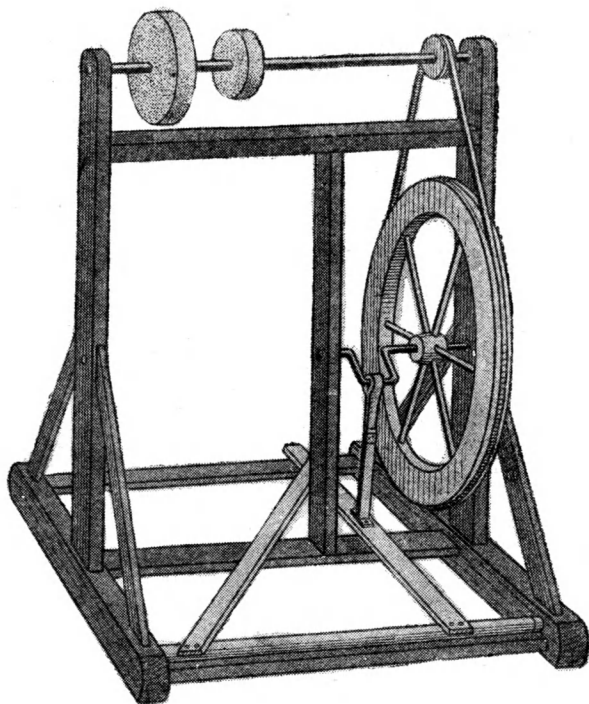

Рис. 194. Точильный станок.
- 1) рассмотреть и зарисовать устройство педали станка (рис. 194);